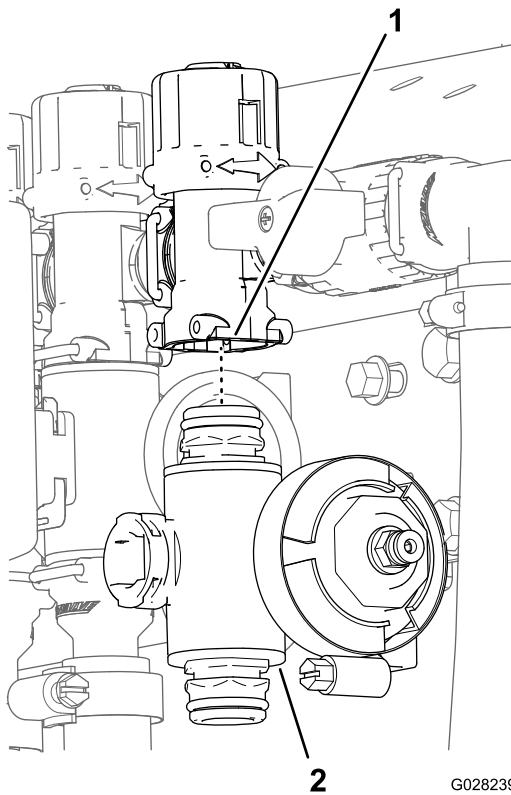

Bild 75
3. Entfernen Sie für die linken oder rechten Abschnittventile die Bundkopfschrauben und Sicherungsbundmutter, mit denen die Abschnittventile an der Ventilbefestigung befestigt sind. Entfernen Sie die Ventilverteiler für das mittlere Abschnittventil von der Maschine; entfernen Sie den Abschnittventilverteiler von der Maschine (Bild 75).